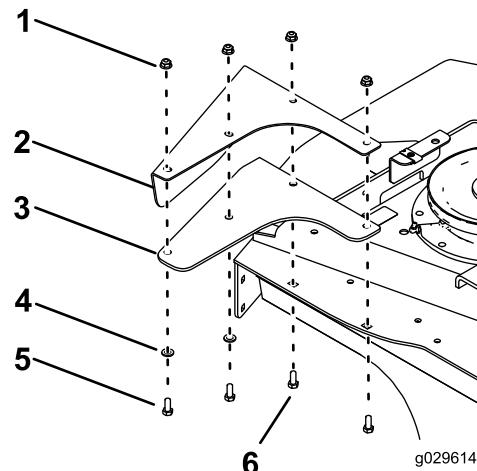

図 13
8. 左側フットシールドとデフレクタを、デッキ上面と側面に取り付けるキャリッジボルト $5/16 \times 7/8$ インチ 2本とナット $5/16$ インチ4個を使用して図 13のよう取り付ける。